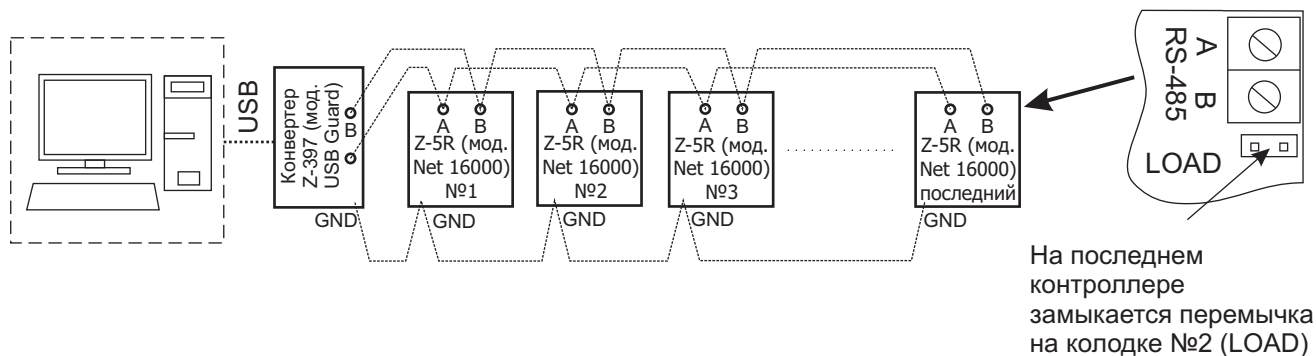

Рис.5 Вариант подключения контроллеров к ПК при работе в сетевом режиме
- Б.** Вход - по картам стандарта EM-Marine, выход - с помощью кнопки открывания замка (см. рис.5):